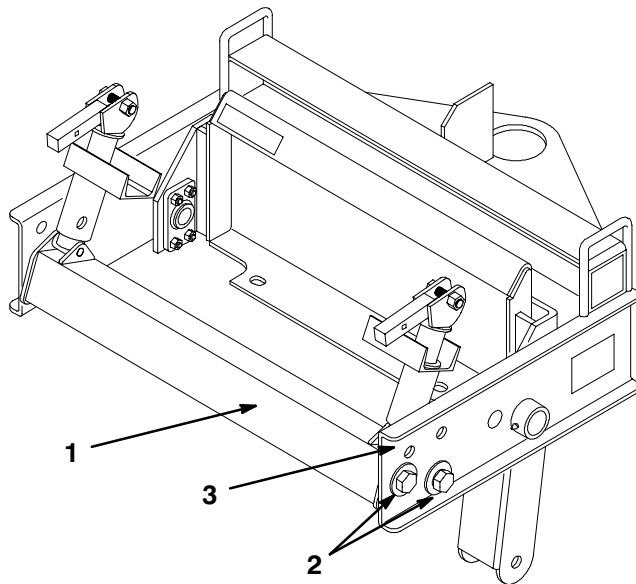

Abbildung 6
1. Die vier Schrauben entfernen, mit denen der Querbalken befestigt ist (Abb. 6).
2. Den Querbalken in die oberen Löcher verlegen (Abb. 6).